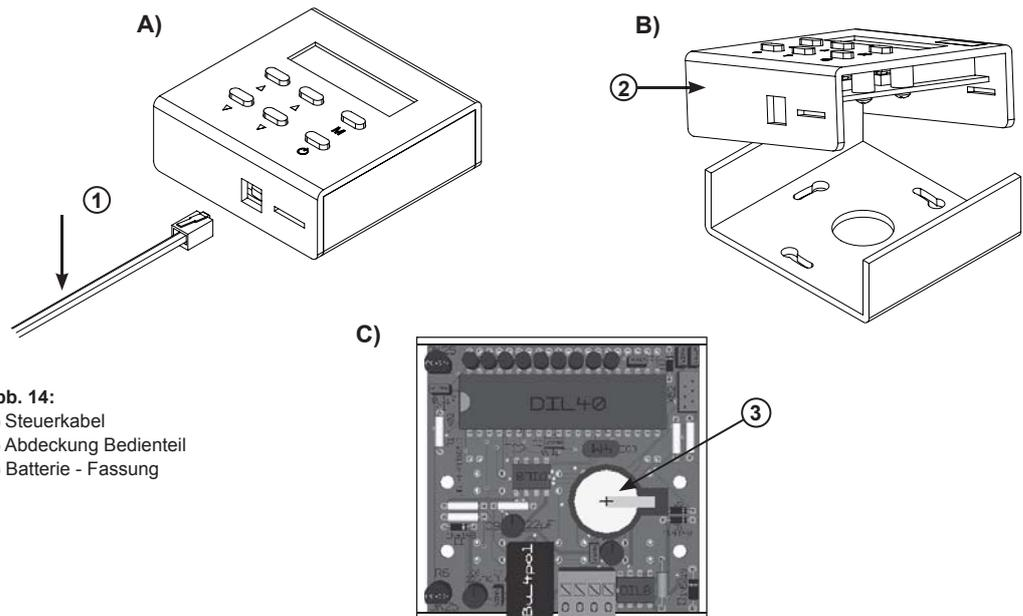

Abb. 14:
- Trennen Sie das Steuerkabel (1) vom Bedienteil.
- Öffnen Sie das Bedienteil indem Sie die Abdeckung (2) anheben.
- Die Fassung (3) für die Batterie liegt auf der Platine. Entnehmen Sie die Batterie und ersetzen sie sie gegen ein neue, wie im Abb. 14 C dargestellt.